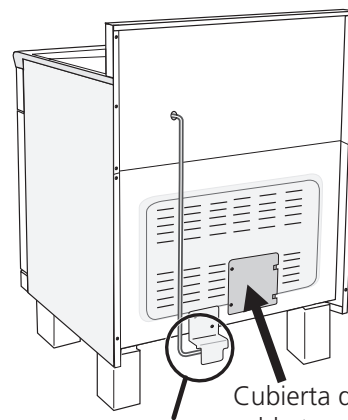

Figura 2
1. Quite los 2 tornillos en el extremo inferior de la cubierta de acceso posterior, después quite la cubierta de acceso al bloque Terminal (vea figura 2).
1. Quite los 2 tornillos en el extremo inferior de la cubierta de acceso posterior, después quite la cubierta de acceso al bloque terminal (vea figura 2)